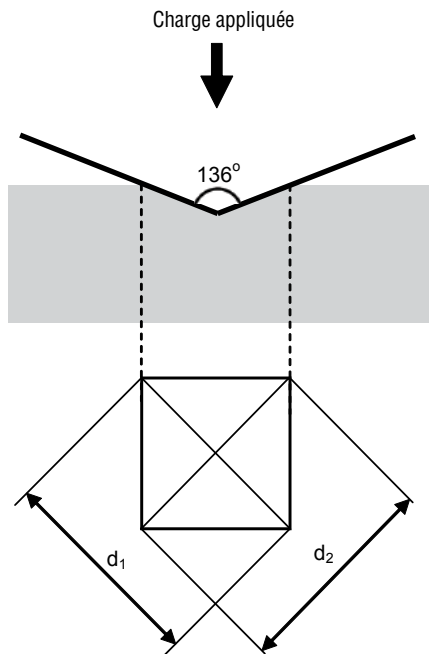

Figure 10: Description schématique de l'essai de dureté Vickers.
La dureté Vickers (HV) est calculée en mesurant les longueurs diagonales d'une empreinte laissées en introduisant un pénétrateur diamant pyramidal à une charge spécifique dans le matériau échantillon, voir Figure 10. La taille de l'empreinte est lue optiquement afin de déterminer la dureté. La valeur de dureté peut être obtenue dans un tableau ou par une formule, après avoir déterminé la valeur moyenne des deux diagonales mesurées, ou directement dans un appareil d'essai de dureté automatique. L'échelle Vickers s'étend de 10 gf à 100 kgf. Pour les essais de dureté Vickers, la valeur de dureté obtenue est relativement peu affectée par la charge appliquée. Pour l'espacement entre les empreintes Vickers, voir Figure 23.